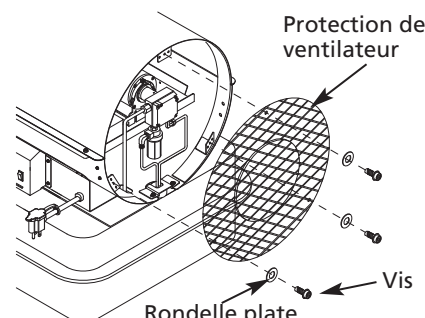

Figure 16 – Déposer la protection du ventilateur
- Déposer la protection du ventilateur (voir la Figure 16).
- Utiliser une clé de 3/8 po et serrer la canalisation de combustible (B) au niveau de la pompe et de son filtre à combustible.